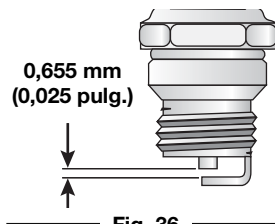

Fig. 36
3. Cambie las bujías que estén rajadas, sucias o deterioradas. Fije la separación de aire a 0,655 mm (0,025 pulgadas) utilizando un calibrador (Fig. 36).